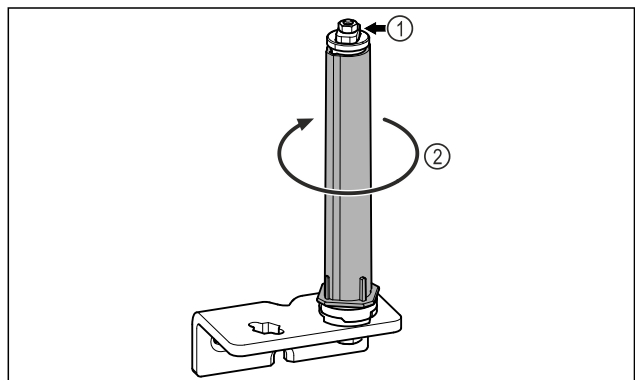

Fig. 21
- ▶ Nerozoberajte systém zatvárania dverí Fig. 21 (1).
- ▶ Otáčajte systém zatvárania Fig. 21 (2), kým nezacvakne.